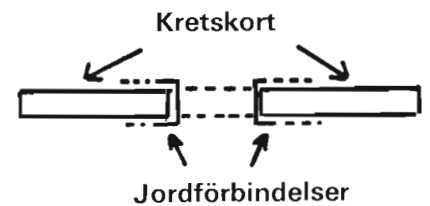

Fig 4. Trådbyglar bör användas för att förbinda över- och undersida hos kretskortet. Byglarna placeras vid transistorerna.
3) Baksidan (den med skärmfolie) bör ligga i närheten av exempelvis en kylfläns eller en plåt. Jordledningar på översidan bör förbindas med skärmfoliet med ledningar vid varje emitterledaranslutning, som framgår av *fig 4*. Genompläterade hål kan man också acceptera.